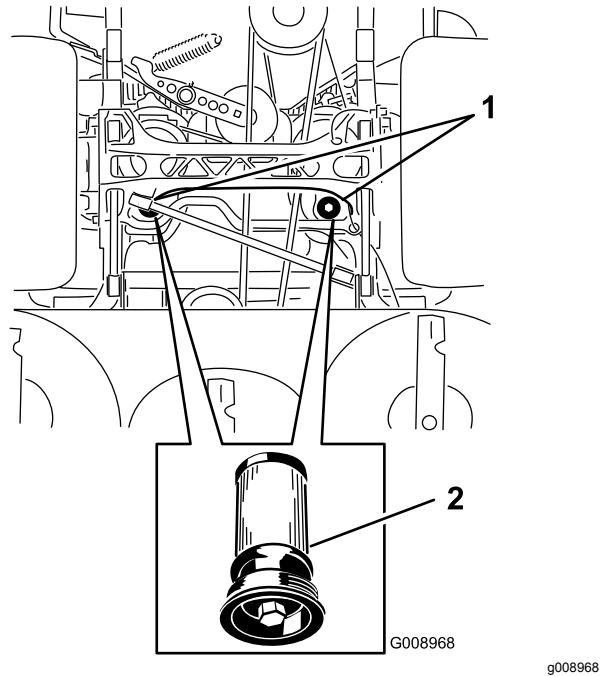

Figure 92
5. Placez un bac de vidange sous le filtre, retirez le filtre usagé et essuyez la surface (Figure 92).
6. Appliquez une fine couche de liquide hydraulique sur le joint en caoutchouc du filtre de recharge (Figure 92).